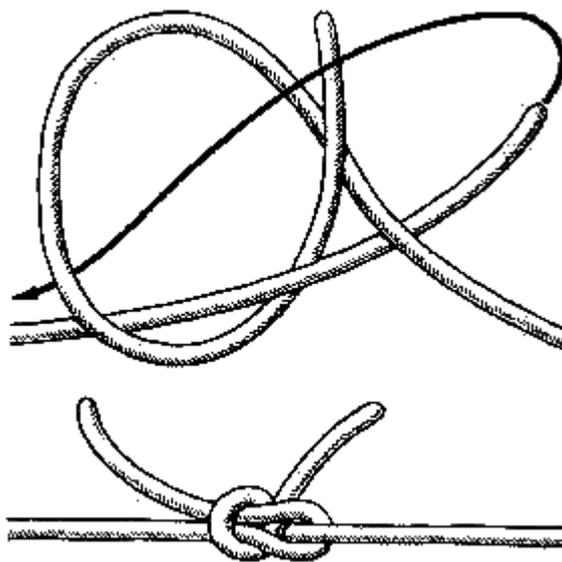

Рис. 35. Ткацкий узел
**Ткацкий узел** (рис. 35). В ткацком деле насчитывается примерно два десятка оригиналь-
Ткацкий узел, изображенный на рис. 35, можно назвать “родным братом” шкотового узла. Отличие лишь в способе его завязывания и в том, что последний вяжут в кренгельс или в огон паруса, в то время как ткацкий узел вяжется двумя тросами. Принцип ткацкого узла считается классическим. Поистине это воплощение надежности и простоты.